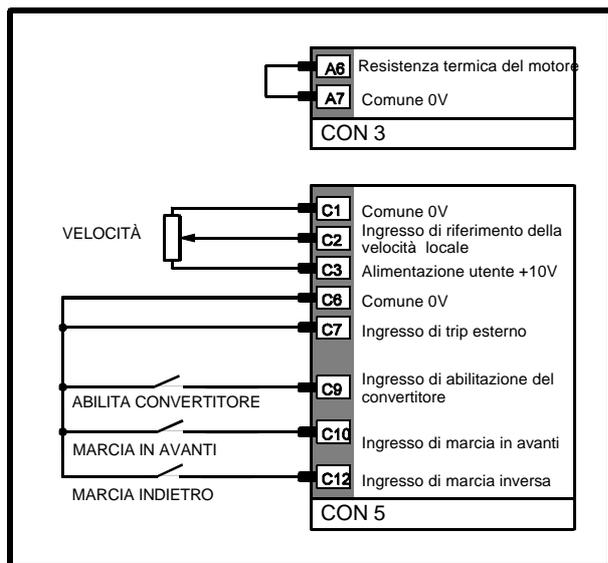

Figura 6-1 Collegamenti principali per il modo Terminale
2. Realizzare i collegamenti di segnale mostrati in Figura 6-1.